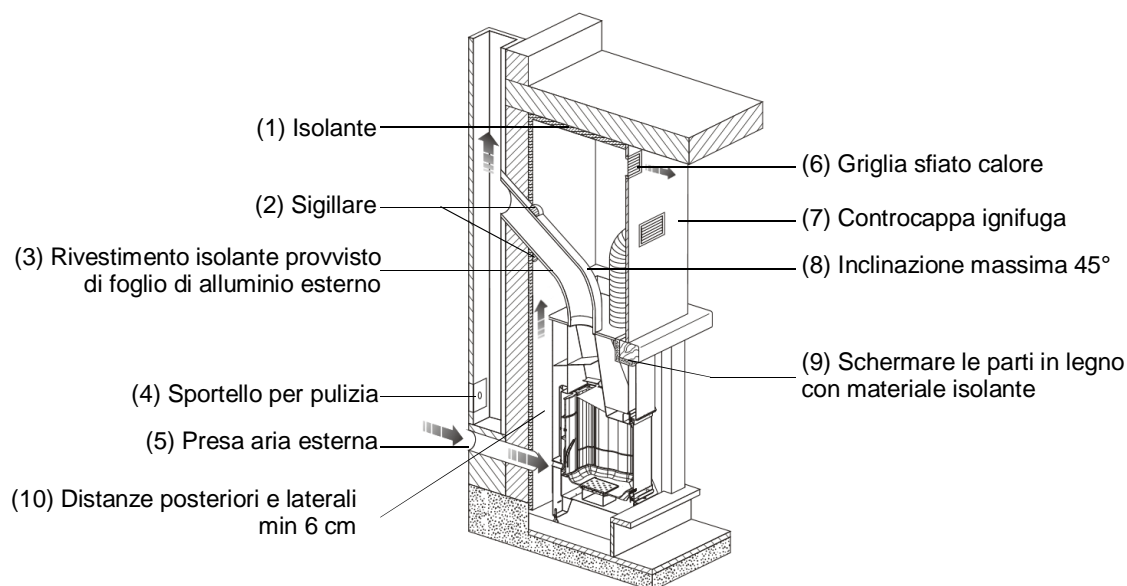

Fig. 18
La griglia di sfiato calore (Fig. 18 pos. 6) va installata sulla parte superiore della cappa a circa 20 cm dal soffitto. Questa **deve sempre essere installata** in quanto la sua funzione è quella di lasciare fuoriuscire nel locale il calore accumulato all'interno della cappa (sovra-pressione).